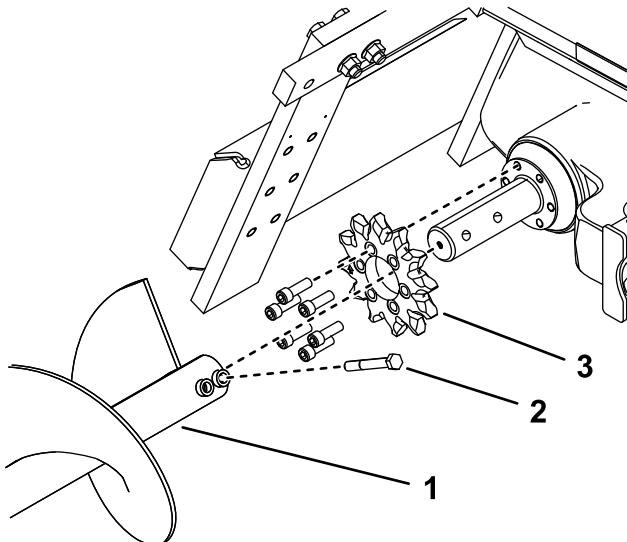

Bild 16
4. Entfernen Sie die Schuttschnecke (Bild 16).
9. Entfernen Sie die 6 Schrauben, mit denen das Antriebskettenrad befestigt ist (Bild 16)
10. Entfernen und entsorgen Sie das Antriebsrad (Bild 16).
12. Schieben Sie das neue Zahnrad auf die Welle, siehe Bild (Bild 16).
13. Drehen Sie die sechs Schrauben handfest in das Antriebsrad (Bild 16).